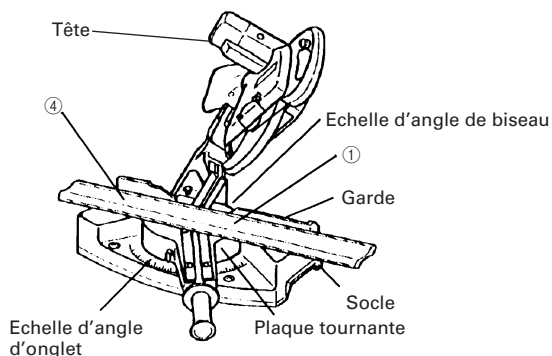
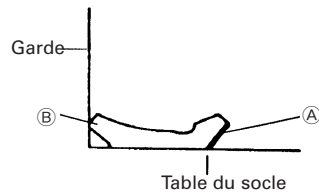

Fig. 42
Fig. 44
- (3) Réglage de coupe en corniche complexe aux positions ① et ④ de la Fig. 36 (voir Fig. 42 ; incliner la tête vers la droite) :
- ① Tourner la plaque tournante vers la droite et régler l'angle d'onglet comme suit :
- ② Incliner la tête vers la droite et régler l'angle de biseau comme suit :
- ③ Disposer la corniche complexe de façon que la surface inférieure (B sur la Fig. 35) touche la garde comme indiqué à la Fig. 44.